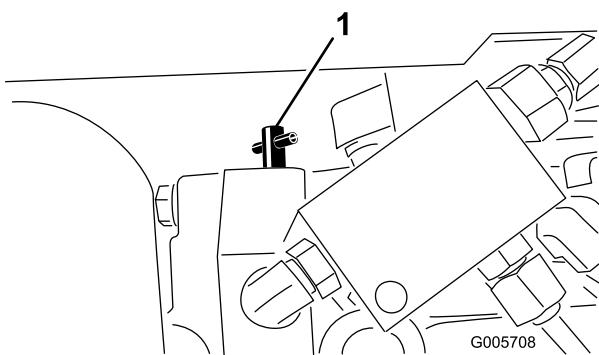

Figura 34
1. Gire la válvula de desvío, situada debajo de la unidad de tracción, (Figura 34) de media a una vuelta en el sentido contrario a las agujas del reloj. Al abrir la válvula, se abre un conducto interno en la transmisión, permitiendo que se desvíe el aceite hidráulico. Puesto que el aceite se desvíe, la unidad de tracción puede ser movida sin dañar la transmisión.